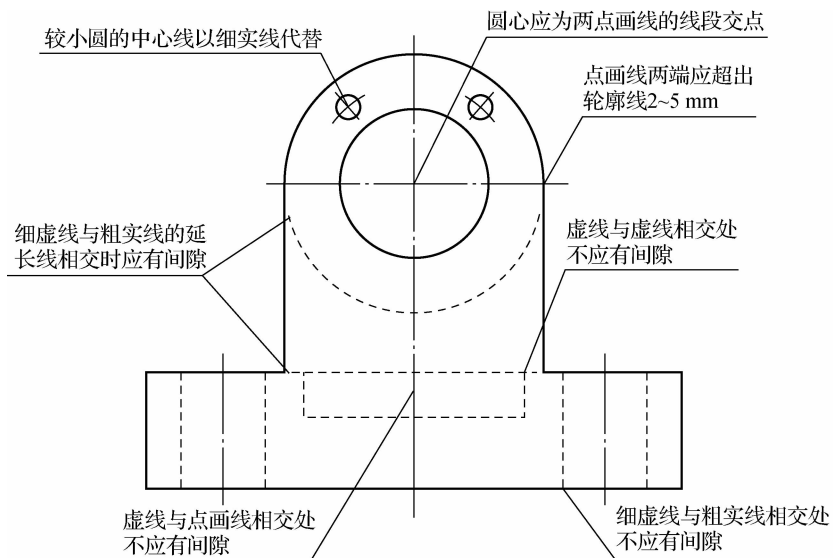

图 1-1-7 图线相交的画法
(1) 同一图样中,同类图线的宽度应基本一致。虚线、点画线及双点画线的线段长度和间隔应各自大致相等。
(2) 两条平行线(包括剖面线)之间的距离不应小于粗实线宽度的两倍,其最小距离不得小于 0.7 mm 。
(3) 绘制圆的对称中心线时,圆心应为长画的交点。点画线和双点画线的首末两端应是长画而不是点。建议中心线超出轮廓线 $2\sim 5\text{ mm}$ 。
(5)点画线、虚线与粗实线相交以及点画线、虚线彼此相交时,均应交于点画线或虚线的线段处,如图 1-1-7 所示。